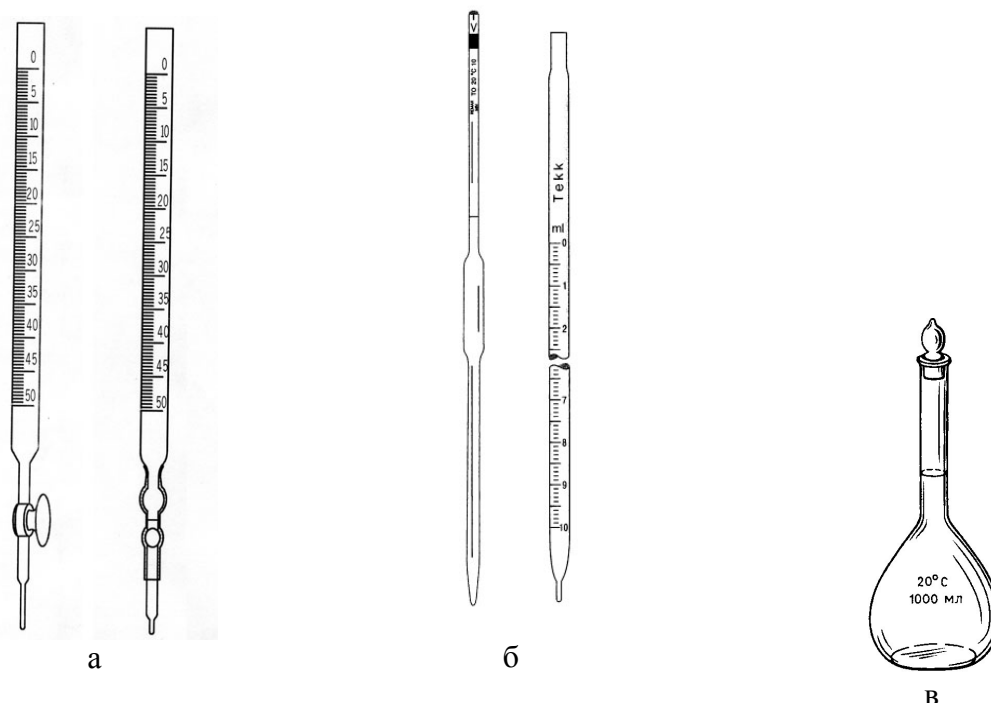

Рисунок 14 – Мірний посуд:
*Мірні колби* – тонкостінні плоскодонні судини з довгим вузьким горлом, на якому є позначка у вигляді кільцевої риски. На кожній колбі позначені її місткість і температура, при якій ця місткість виміряна. Колба повинна щільно закриватися пробкою (рис. 14).